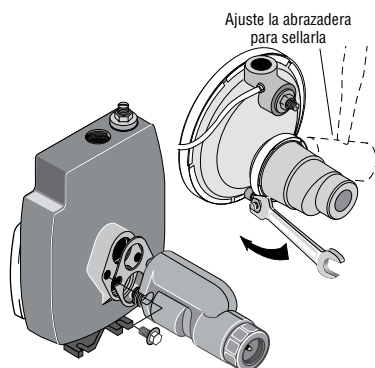

Figura 8: Instale el Eyector
2. Instale el kit de eyector FP4855 con la bomba de la Serie 4200 o el kit FP4875 con la bomba de la Serie 4300 (los kits se venden por separado). Siga las instrucciones que vienen incluidas en el kit. Asegúrese de alinear el venturi con el orificio superior en la parte frontal de la bomba (Vea la Figura 8).